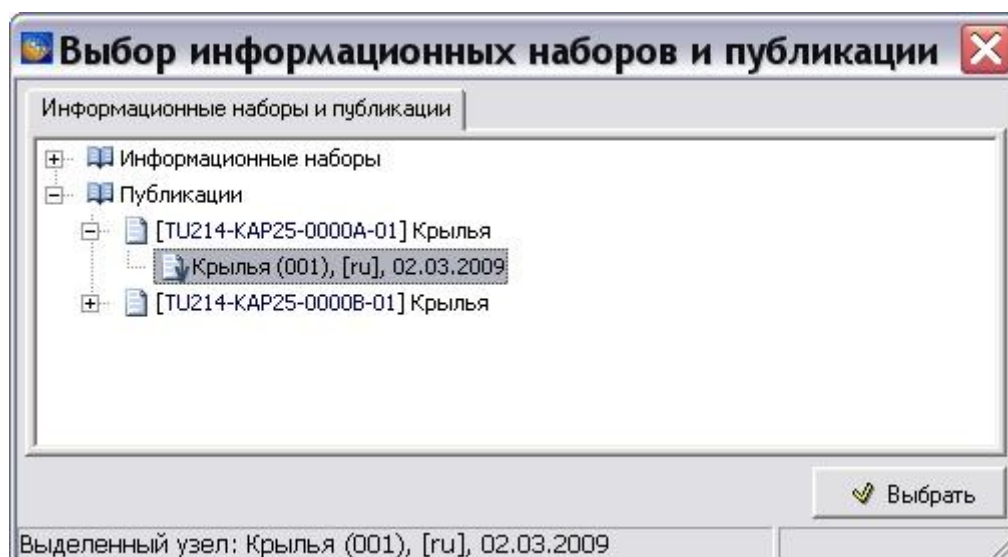

Рис. 24.19
3. В появившемся диалоговом окне выберите требуемую публикацию (Рис. 24.19).